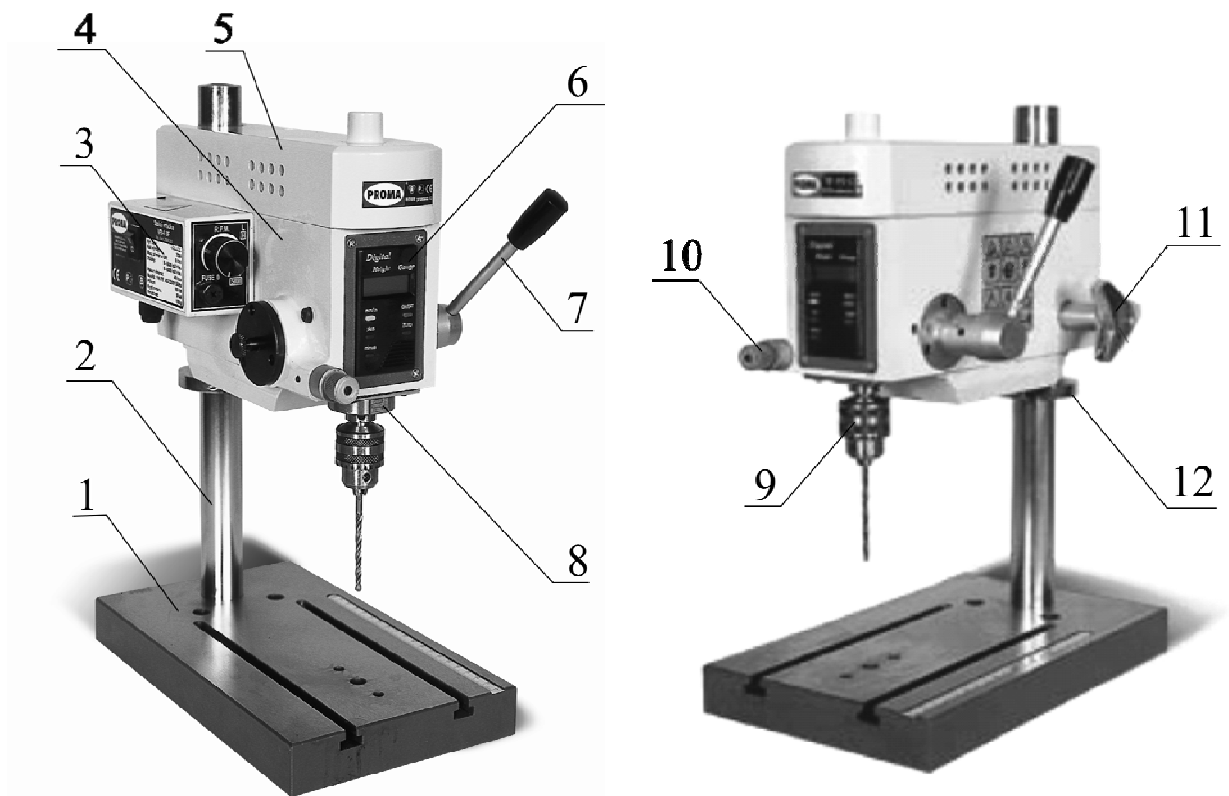

Рисунок 2.
3.3 Основные узлы и детали оборудования (см. рис. 2).